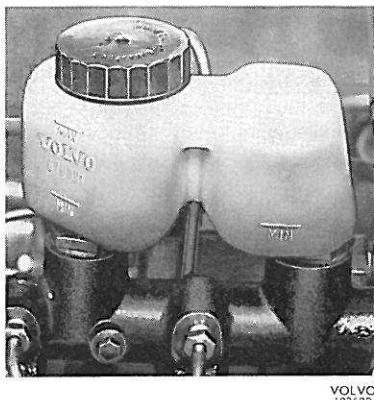

Figure 58. Réservoir de liquide de frein
2. Contrôler — sans démonter le bouchon — le niveau de liquide de frein, lequel doit dépasser le repère mini du réservoir (figure 58) : concerne réservoir transparent.